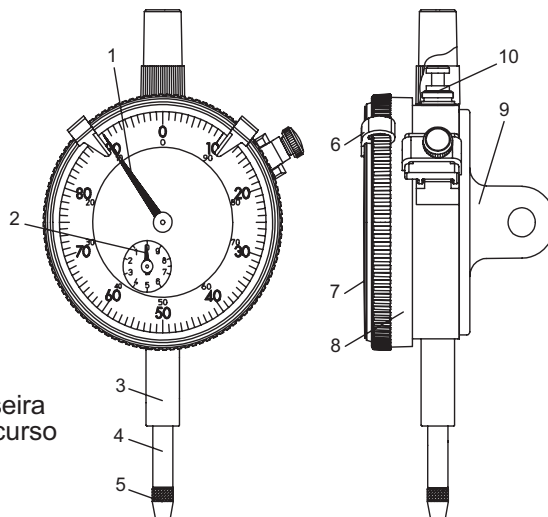

Fig. 1
- Separe os limitadores antes de utilizá-los. Tome cuidado para não se machucar ao separar os limitadores (Fig.1)